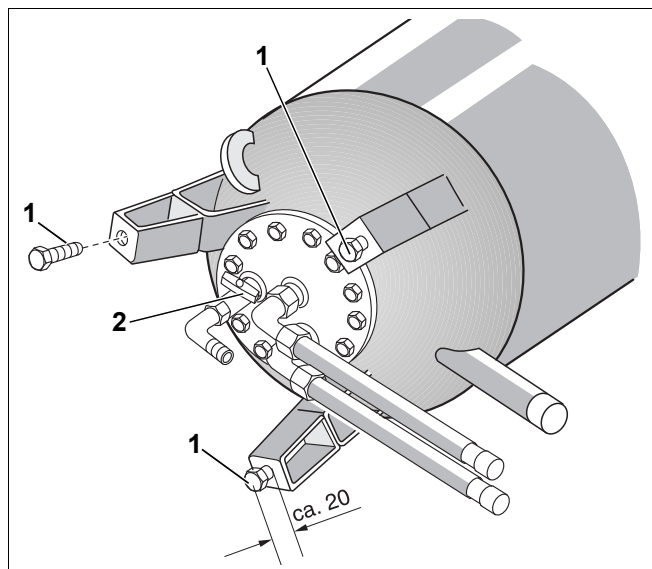

Рис. 3 Применение крепежных болтов как опорных в ножках бака (схематическое изображение)
- ▶ Заверните крепежные болты (рис. 3, [1]) в ножки бака так, чтобы они выступали примерно на 20 мм.
- ▶ Проверьте, закрыт ли сливной кран и по инструкции подтяните болты смотрового люка (рис. 3).